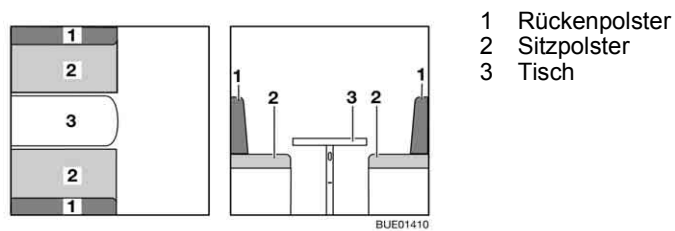

Bild 98 Vor dem Umbau
- Tisch (Bild 98,3) zum Bettunterbau umbauen (siehe Abschnitt 6.11).
- Die Rückenpolster (Bild 98,1) abnehmen und eines davon auf den Tisch legen.